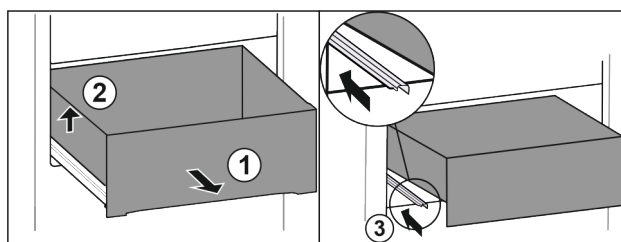

Fig. 96
- Vytáhněte zásuvku až na doraz. Fig. 96 (1)
- Nadzvedněte zásuvku vlevo. Fig. 96 (2)
- Zasuňte levou kolejničku. Fig. 96 (3)